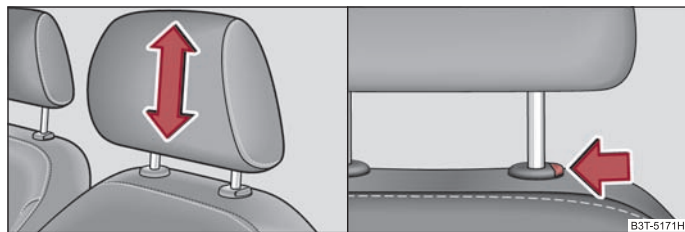

Fig. 71 Reposacabezas. Ajustar / retirar
- Debe asir el reposacabezas por los lados con las dos manos y tirar a discreción de él hacia arriba o abajo ⇒ fig. 71 - lado izquierdo.
- Si desea desplazar el reposacabezas hacia abajo, pulse y mantenga la tecla de seguro en esa posición con una mano ⇒ fig. 71 - lado derecho, y presione con la otra mano el reposacabezas hacia abajo.
- Pulse la tecla del seguro en el sentido de la flecha ⇒ fig. 71 - lado derecho, y extraiga el reposacabezas.